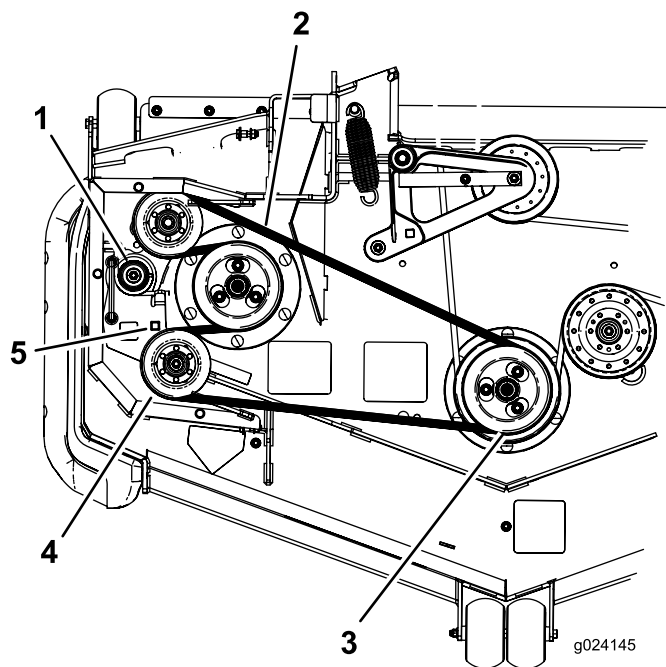

Bild 72
7. Setzen Sie eine Ratsche in das rechteckige Loch im Spannarm ein, um die Spannung an der Spannscheibenfeder zu lösen (Bild 72).